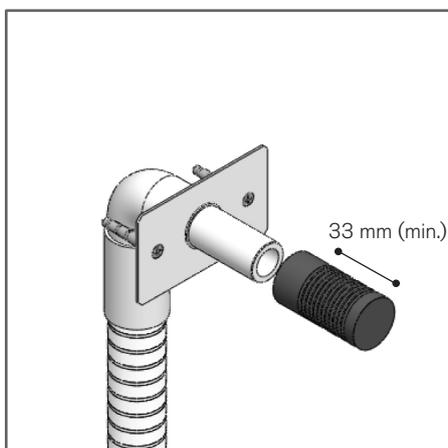

FIG. 2
5. Coloque a capa de proteção temporária na base da torneira. (ver FIG. 2)
5. Assemble the temporary protective faucet base cover. (See FIG. 2)